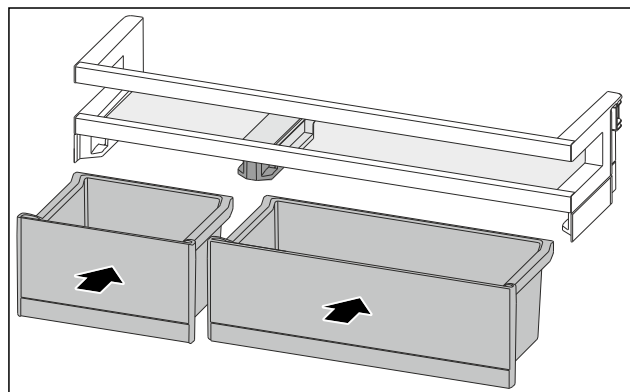

Fig. 153
- VarioBoxy vložte v opačném pořadí. (viz Fig. 153)